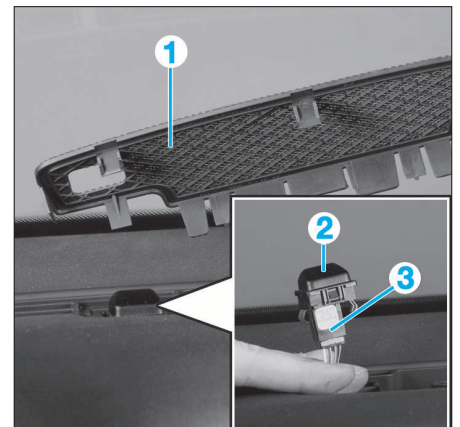

FIG. 48
- Déclipper la buse de dégivrage (1) (Fig.48).